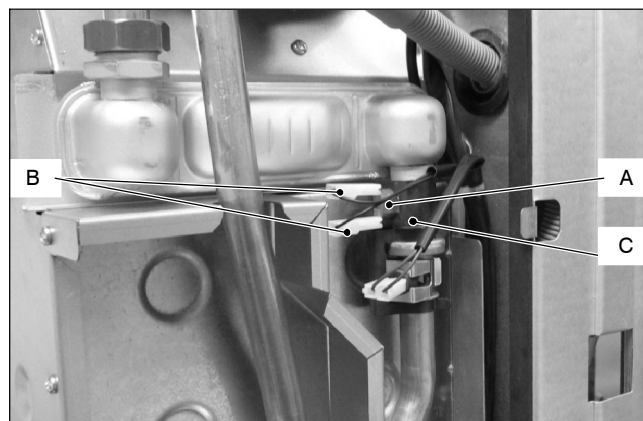

Fig. 2
- 2 Disconnect the wiring B (Fig. 2).